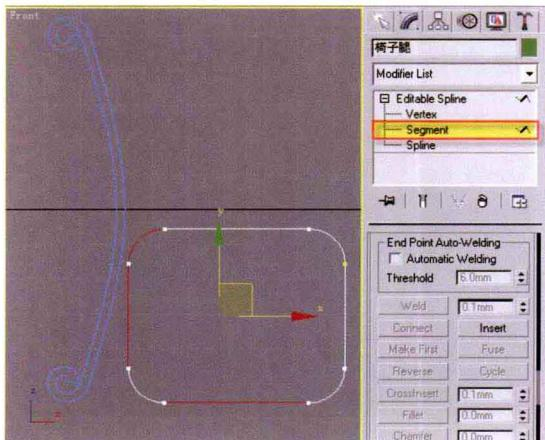

图1-23
②3 选择矩形将其转换为可编辑样条线，在Segment（线段）层级下，选择如图1-23所示的线段，按键盘上的【Delete】（删除）键进行删除，如图1-23所示。